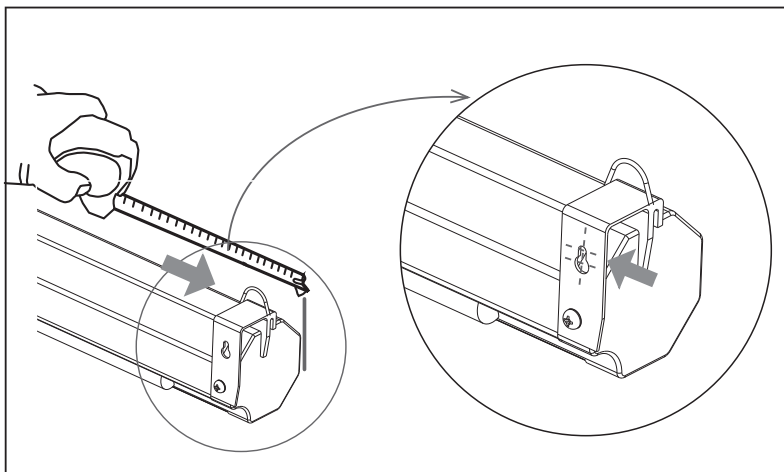
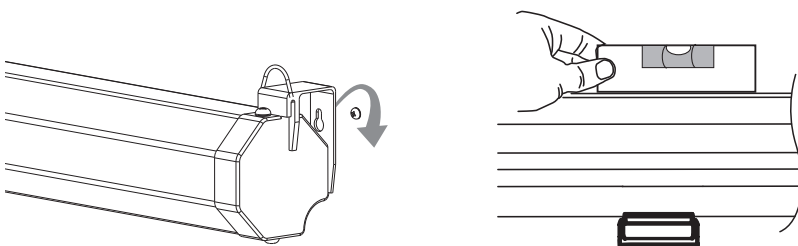

Рис. 1
Рис. 2
- подвешивание на стену: замерьте расстояние между петлями на корпусе, как показано на рис. 1. Прикрутите шурупы соответствующего диаметра к стене с учетом высоты экрана, подвесьте экран крепежными петлями на шурупы, как показано на рис. 2;